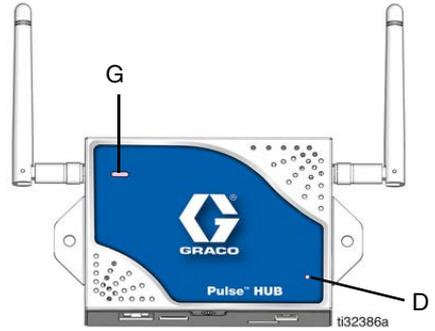

FIG. 5
Uma vez que o HUB Pulse está instalado, verifique se a luz indicadora (D) (FIG. 5) está LIGADA e se o HUB está funcionando corretamente.
O status do Software de gerenciamento do produto Pulse é indicado pela luz de status (G) (FIG. 5). Consulte abaixo a tabela Luzes de status do HUB para obter as definições de diagnósticos.